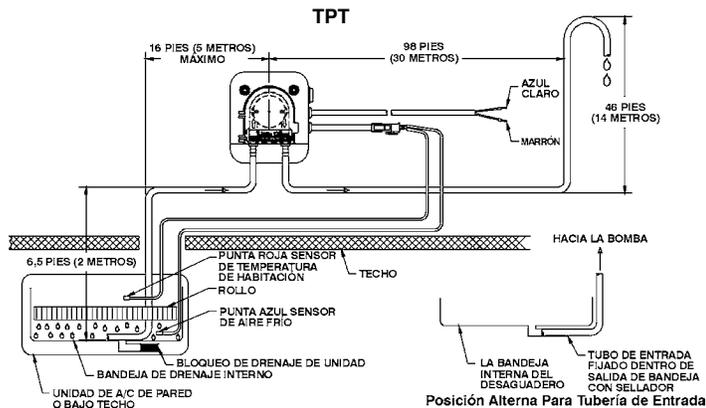

FIGURA 2
La bomba también se puede ubicar sobre cualquier lado, excepto con el rotor hacia abajo (Fig. 1.C) o hacia arriba (Fig. 1.A). Conecte la tubería de 6mm o un ¼ de pulg. (no proveída) a la entrada de la bomba señalada por la flecha hacia arriba en la tapa transparente. Ponga el otro extremo del tubo de entrada en la manguera de drenaje de la bandeja de goteo y sellela debidamente o ponga el tubo de entrada en la bandeja de goteo. (Como se muestra en la Figura 2.) Asegúrese de no doblar, torcer o colapsar la tubería. Coloque un trozo de tubería de 6mm o ¼ de pulg. entre la descarga de la bomba y el drenaje por gravedad. Refiérase a la Figura 2 para obtener las capacidades máximas de descarga vertical y horizontal.
**Serie TPT** (señal de temperatura) PARA OBTENER EL FUNCIONAMIENTO DEBIDO DE LA BOMBA, SÍRVASE SEGUIR LAS SIGUIENTES INSTRUCCIONES: Conecte el cable marrón a la fase principal (línea) y el cable azul a la fase neutra (común) (vea la Figura 2). Asegúrese de que la energía esté apagada al conectar el sensor de temperatura a la bomba. Conecte el cable sensor a la bomba introduciendo el enchufe de 4 clavijas en el cable correspondiente en la bomba. Hay dos cables con sensores en las puntas, uno con la punta azul y el otro con la punta roja. Conecte el cable con el sensor azul en el extremo "frío" o "salida de aire" del serpentín del evaporador y el sensor rojo en el extremo "caliente" o "entrada de aire" del serpentín del evaporador. (Vea la Figura 2.)